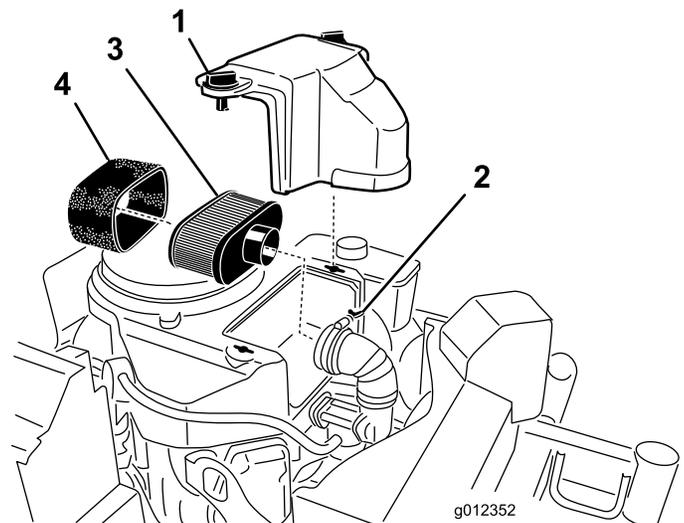

Bild 20
3. Reinigen Sie den Bereich um den Luftfilter herum, um zu verhindern, dass Schmutz in den Motor fällt und Schäden verursacht (Bild 20).
4. Schrauben Sie die Handräder los und entfernen Sie die Luftfilterabdeckung (Bild 20).
5. Schrauben Sie die Schlauchklemme los und entfernen Sie die Luftfilterabdeckung (Bild 20).
6. Ziehen Sie den Schaumeinsatz vorsichtig vom Papiereinsatz (Bild 20).
1. Reinigen Sie nicht den Papierfilter. Wechseln Sie ihn aus (Bild 20).
1. Schieben Sie den Schaumeinsatz vorsichtig auf den Papierluftfiltereinsatz (Bild 20).
2. Schieben Sie den Luftfilter auf das Luftfilterunterteil und befestigen Sie ihn mit den 2 Flügelmuttern (Bild 20).
3. Setzen Sie die Abdeckung des Luftfilters auf und ziehen Sie das Abdeckhandrad fest (Bild 20).